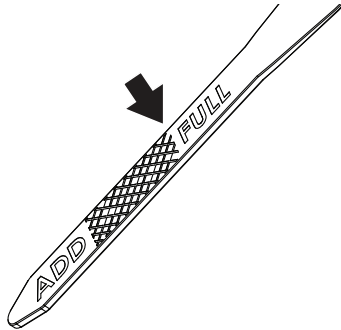

Figura 12
3. Retire la varilla medidora. Séquela con un trapo limpio y vuelva a insertarla por completo en el tubo de la varilla medidora. Ver figura 12, página 24.
- Llene el motor con la cantidad adecuada de aceite. Ver la Figura 12.